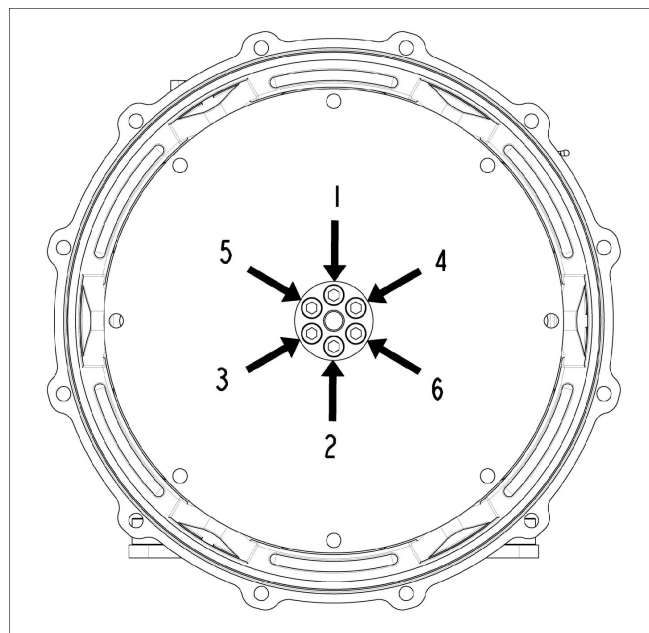

図 22. ハブへの固定手順
4. 必要に応じて、表示の順番でカップリング ディスク ボルトを締め付けます 図 22 ページ 39。締め付けトルクについては、章 9 ページ 63を参照してください。